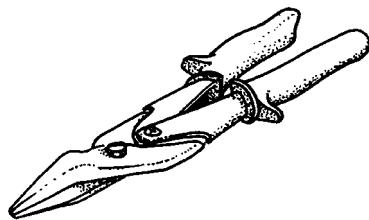

Рис. 1.21. Ножницы для резки металла
- ❑ Ножницы для резки металла (рис. 1.21). Пригодятся при изготовлении кляммеров, креплений и т. п.